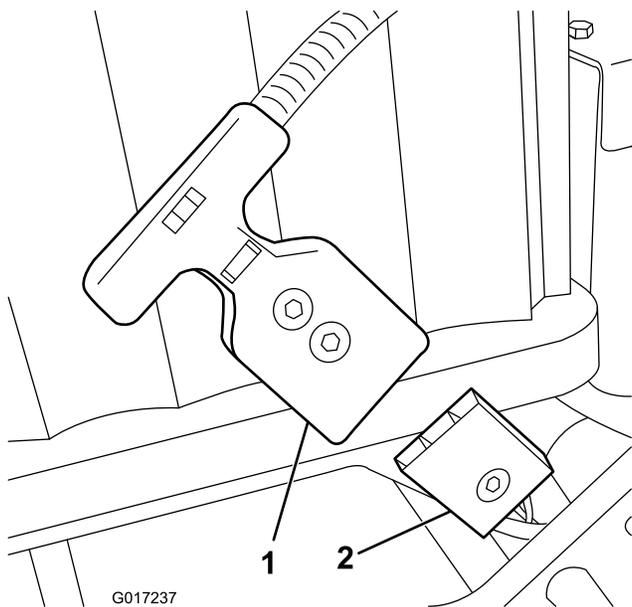

Figure 13
Remarque: Si vous n'arrivez pas à brancher la prise du bloc batterie au connecteur du faisceau de la machine quand le bloc batterie est en place, vous pouvez à la place connecter le faisceau au bloc batterie avant d'installer ce dernier. Retirez le connecteur d'alimentation principal (Figure 13) du socle de la
15. Branchez le connecteur à poignée en T du faisceau de câblage principal au connecteur d'alimentation principal sur le socle de la batterie (Figure 13).